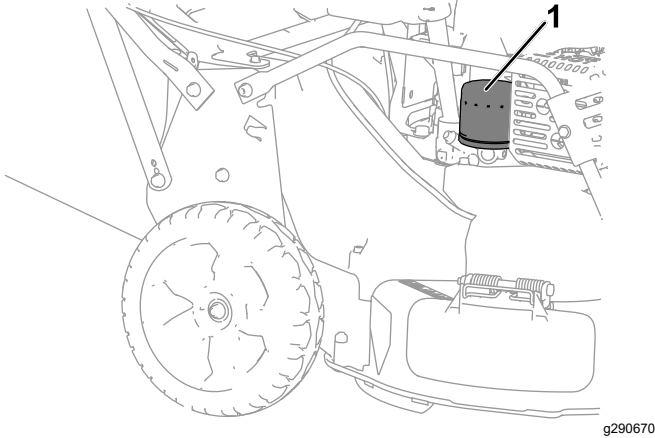

Figura 25
6. Retire el filtro de aceite (Figura 25).